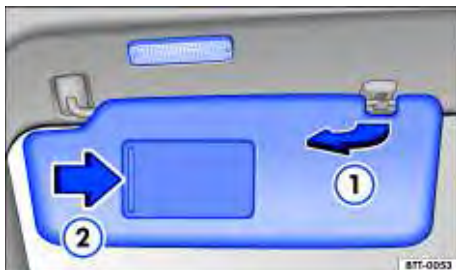

Fig. 66 Para-sol.
- Retirar do suporte e girar na direção das portas ⇒ Fig. 66 ①.